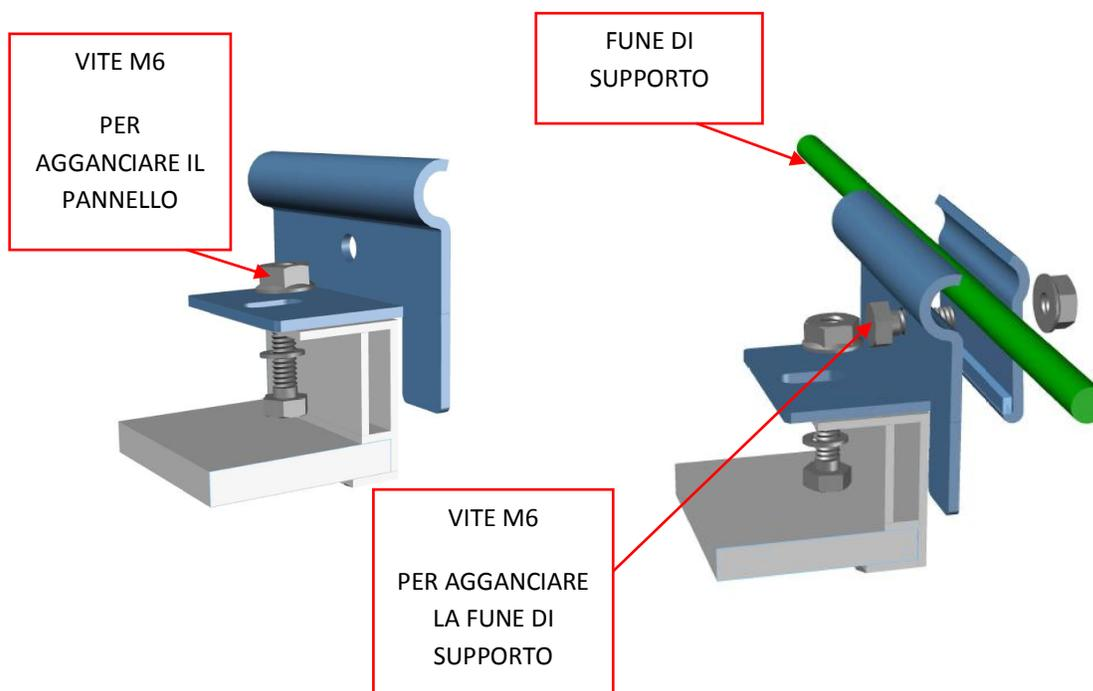

Figura 18
3. assicurarsi che la fune sia imprigionata dall'apposito alloggiamento, quindi serrare la vite; (Figura 18)